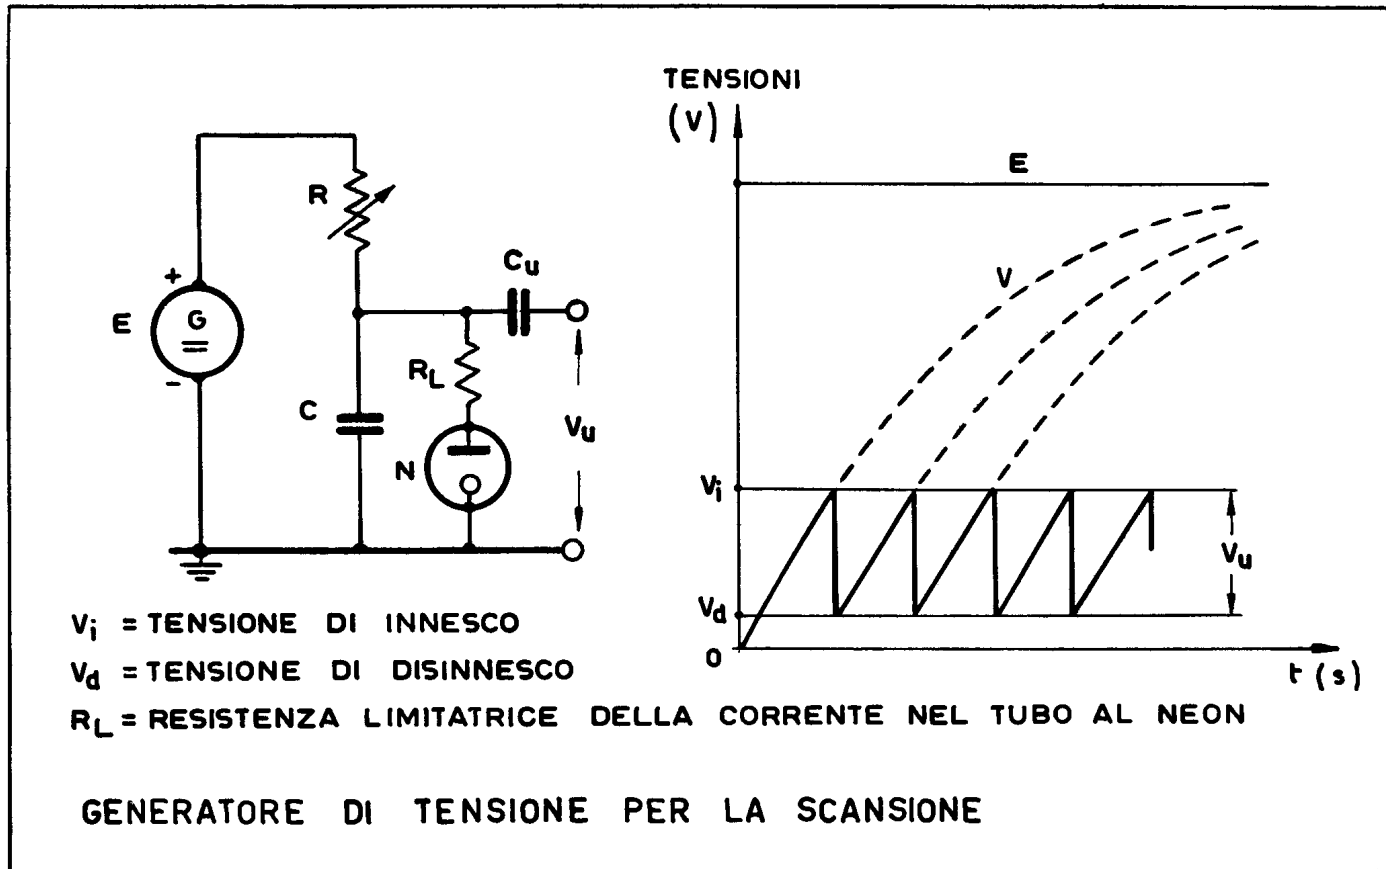

Fig. 17
Ecco infatti in fig. 17 un circuito nel quale un tubo al neon (N) compie la funzione di interruttore. Il funzionamento è semplice: il tubo al neon ha la proprietà di innescarsi ad una tensione ben determinata e di disinnescarsi ad un'altra ten
Ritornando al circuito di fig. 17 possiamo osservare che, quando la tensione ai capi di C raggiunge il valore  $V_1$ , il tubo al neon si innesca ed il condensatore si scarica. La scarica continua fin quando la tensione ai capi del condensatore non raggiunge un valore così basso ( $V_d$ ) che la corrente attraverso il tubo si riduce a zero perchè si ha il disinnesco.
In fig. 17 è rappresentato l'andamento della tensione ai capi del condensatore C in questo nuovo circuito. L'interruttore elettronico compie perfettamente la sua funzione ed il risultato è una tensione a dente di sega adatta per la scansione.
La tensione a dente di sega, prodotta dal circuito di fig. 17, non è perfetta; vi sono infatti irregolarità nella forma, la quale è ben lontana dall'essere uguale al modello ideale che ci siamo proposti di ottenere.